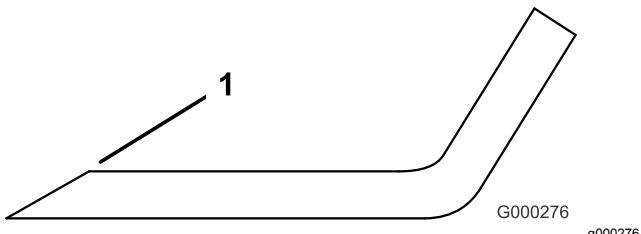

Figura 95
1. Afile el filo de corte en ambos extremos de la cuchilla (Figura 95).